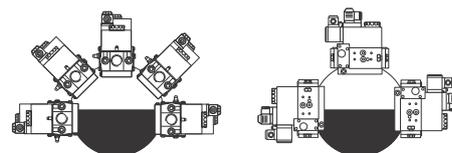

Fig. 10
3. apretar los tornillos A, B, C y D (Fig. 7 - Fig. 8), respetando las posiciones de montaje (Fig. 10);